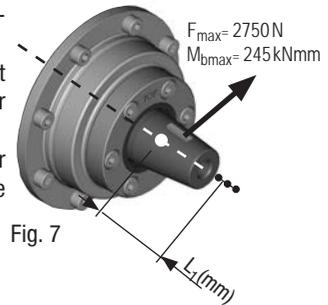

Fig. 7
- La force appliquée par la tension de la courroie sur le point d'application de la force (voir fig. 7) ne doit pas dépasser  $F_{\max} = 2750 \text{ N}$ .